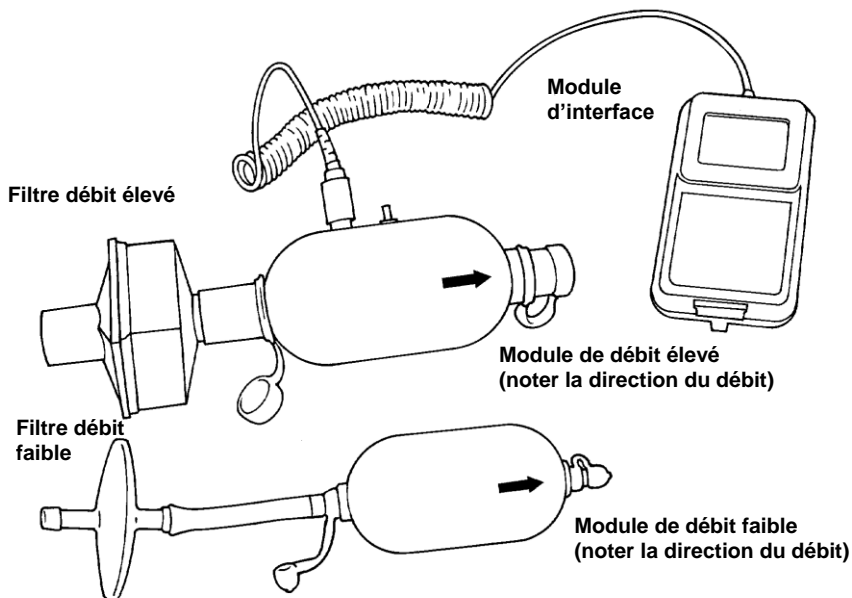

Figure 4. Connexion des filtres bactériens aux modules de débit
2. Fixer le filtre bactérien au module de débit (**Figure 4**).